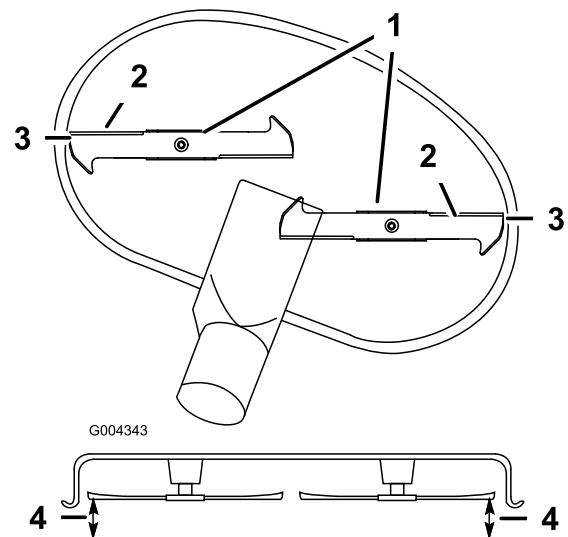

Bild 52
5. Drehen Sie die Schnittmesser vorsichtig von einer Seite zur anderen (Bild 52). Messen Sie den Abstand zwischen den äußeren Schnittkanten und der ebenen Oberfläche (Bild 52). Wenn beide Messwerte nicht innerhalb von 5 mm liegen, ist eine Einstellung erforderlich. Machen Sie mit diesen Schritten weiter.